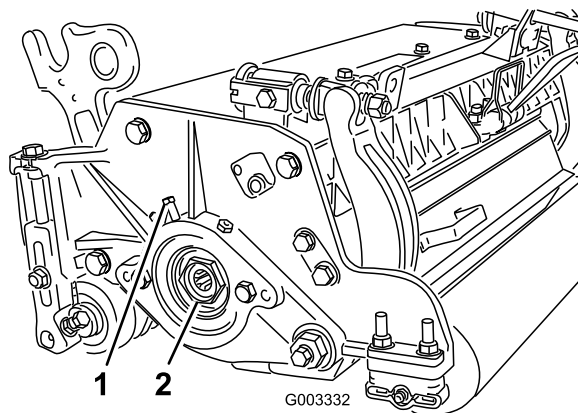

Figure 25
- A. Desserrez la vis extérieure qui fixe l'écrou de réglage au logement de roulement situé sur le côté gauche du plateau de coupe (Figure 25).